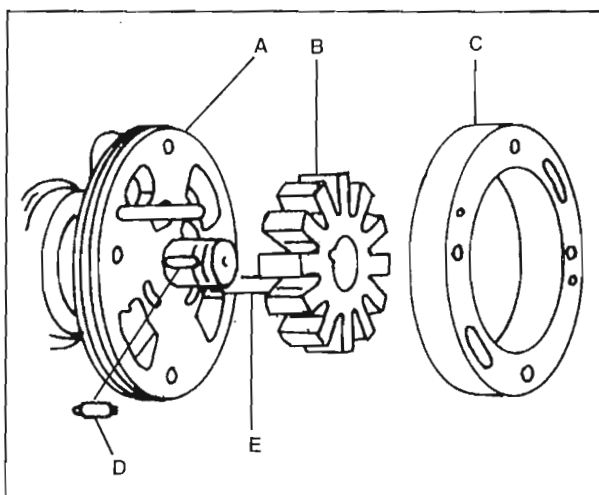

Fig. 62.
- Saque cuidadosamente los 12 rodillos del soporte (B) y retire el anillo de leva (C). Fig. 62.
- Retire las espigas (E).
- Retire el fiador y levante el soporte y el pasador (D).
- Deslice el buje de la bomba y el conjunto del eje fuera del cuerpo (A).